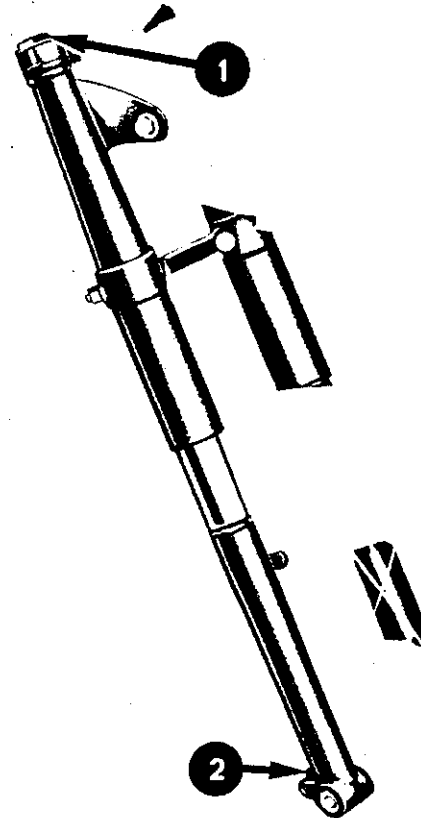

FIG. 2-6
4. SUSPENSION AVANT (voir fig. 2-6)